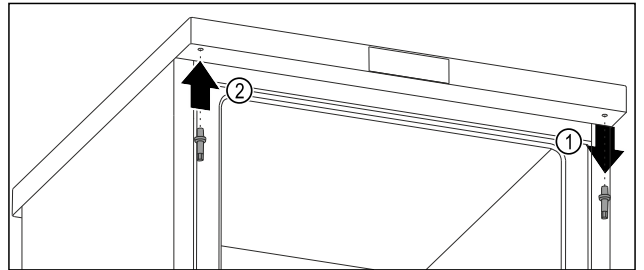

Fig. 14
- ▶ Kierrä ylemmät pultit ulos ulkokuusioavaimella. Fig. 14 (1)
- ▶ Kierrä pultit ulkokuusioavaimella kiinni vastapäiselle puolelle. Fig. 14 (2)